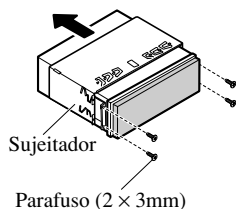

Fig. 13
- **Retire o sujeitador. (Fig. 13)**